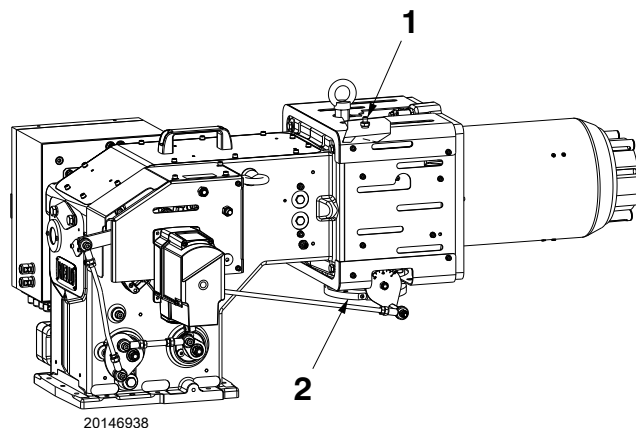

图 15
在测试点 1) (图 15) 处测得的燃气压力，其中：
燃气蝶阀 2) (图 15) 处压力损失，此时燃气蝶阀开启至最大 90°。
- 用在测试点 1) (图 15) 处测得的燃气压力减去炉膛压力。
测试点 1) (图 15) 处的燃气压力 = 19.7 mbar
计算测试点 1) (图 15) 处所需燃气压力，将燃烧器以最大比调出力运行：
- 读出右边栏 1 所示测试点 1) (图 15) 处压力。
测试点 1) (图 15) 所需的压力。